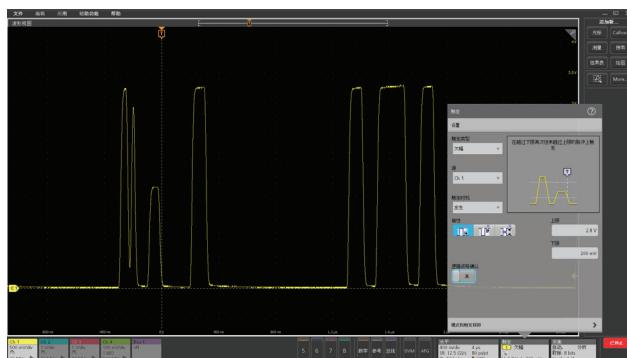

图 17：欠幅触发的设置
(1) 数字角度。由于数据出错，可以使用总线触发，搜索错误的值，就能找到这个失真的信号了。
(2) 模拟角度。这是一个欠幅信号，可是使用示波器的欠幅触发功能。如图 17 所示，示波器的欠幅触发作用于任意模拟信号，当该信号越过下限两次但未越过上限时触发。我们把上限和下限分别设为 2.8V 和 0.2V，就能找到介于二者之间的失真脉冲了。图 17 中，触发位置正是失真脉冲的下降沿。